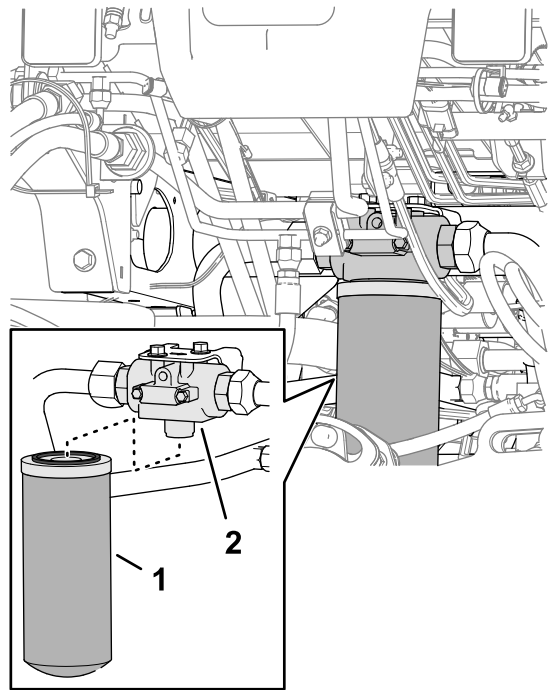

Figura 106
2. Na parte dianteira da máquina, alinhe uma bandeja de drenagem sob o filtro de retorno (Figura 106).